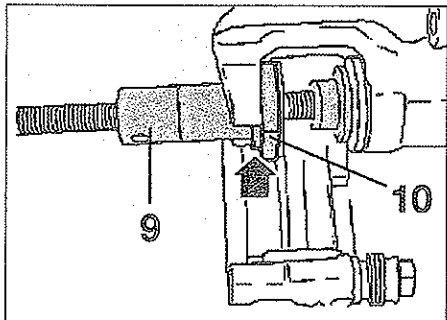

FIG. 15
- Empujar hacia atrás el pistón hasta hacer tope atornillándolo por medio de útiles apropiados o utilizar los útiles Opel KM-6007-A (9) y KM-6007-30 (10) (fig. 15).